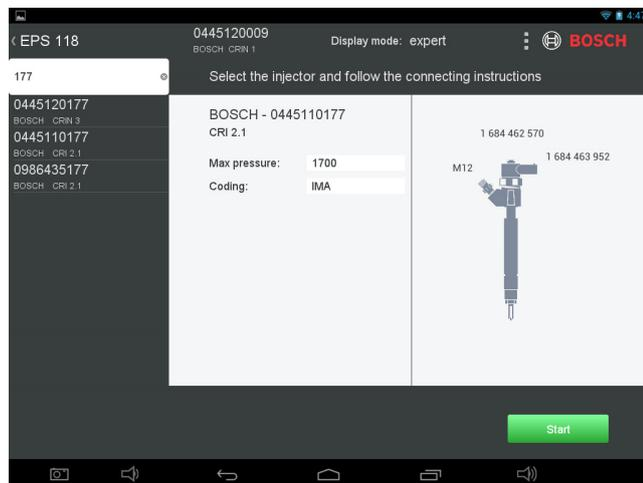

Рис. 35: выбрать инжектор
7.7.3 Выбрать CRI/CRIN или CRI Piezo (Рис. 35)